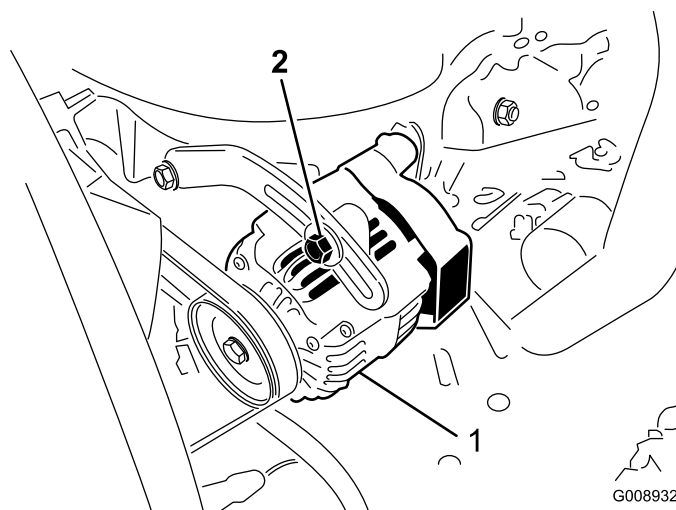

Figure 49
Vérifiez l'état et la tension des courroies (Figure 49) toutes les 100 heures de fonctionnement.
2. Si tel n'est pas le cas, desserrez les boulons de montage de l'alternateur (Figure 49). Augmentez ou diminuez la tension de la courroie et resserrez les boulons. Contrôlez de nouveau la flèche de la courroie pour vérifier si la tension est correcte.